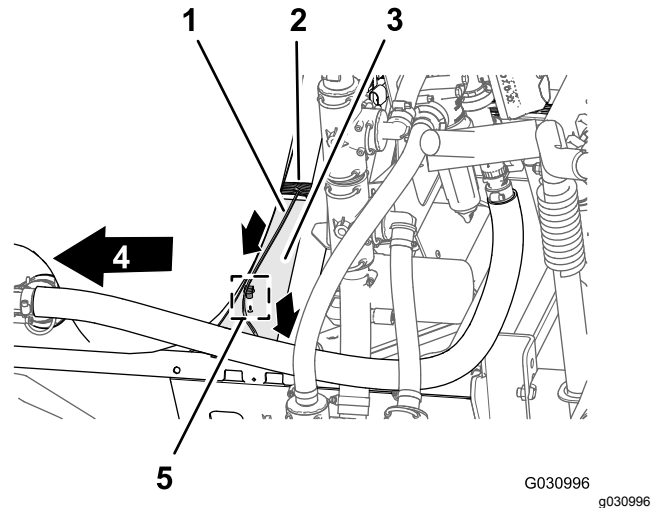

Bild 127
1. Verlegen Sie den 86-cm-Kabelbaumzweig für die Stromspule der Sprühpumpe über die Oberseite des Sprühfahrzeug-Rahmenkanals und nach unten zur Stromspule der Sprühpumpe (Bild 127).
2. Stecken Sie den Tannenbaumanker des 86-cm-Kabelbaumzweigs in das Loch im Sprühfahrzeug-Kanalrahmen (Bild 127).